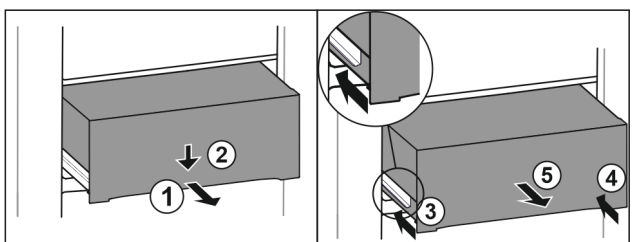

Fig. 131
- ▶ Trekk skuffen ut halvveis. Fig. 131 (1)
- ▶ Skyv skuffen foran nedover. Fig. 131 (2)
- ▶ Sett inn den venstre skinnen ca. 2 cm. Fig. 131 (3)
- ▶ Sett inn den høyre skinnen ca. 2 cm. Fig. 131 (4)
- ▶ Ta ut skuffen framover. Fig. 131 (5)